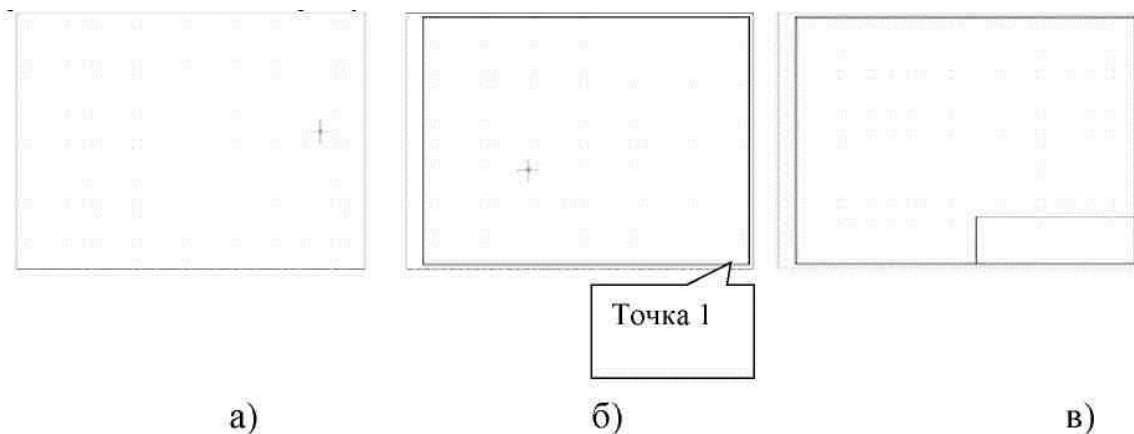

Рисунок 13 – Задание границ формата А3 и основной надписи.
- Ввести команду **C (close)** для завершения контура (рис. 13а).
- Завершить рамку командой **C (close)** (рис. 13б).
- Щелкнуть на пиктограмме  **Ломаная** и щелкнуть в точке 1 (рис. 13в).